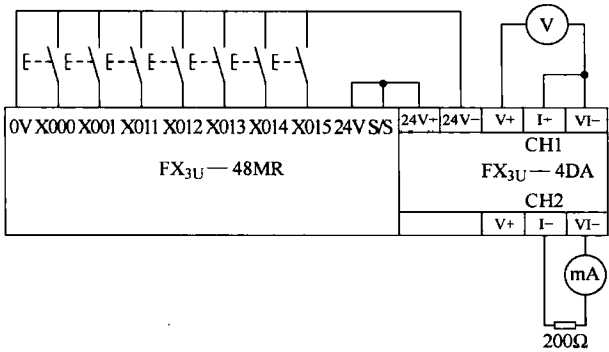

图 8-9 开关量控制模拟量输出接线图
(2) I/O 分配及接线图 X000：起动按钮；X001：停止按钮；X011 ~ X015：选择按钮；X20：偏移、增益调整。接线图如图 8-9 所示。